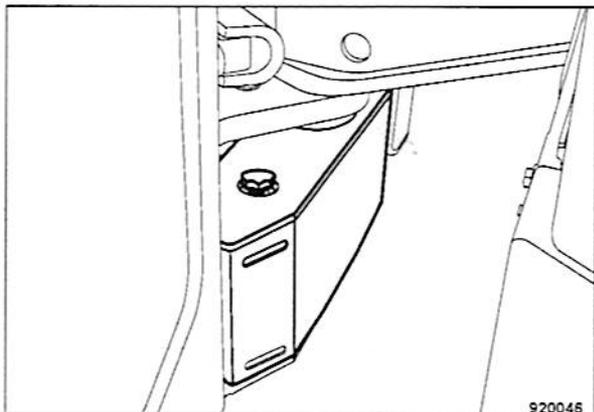

Fig. 63
- Desmontar la tapa de batería (Fig. 63).